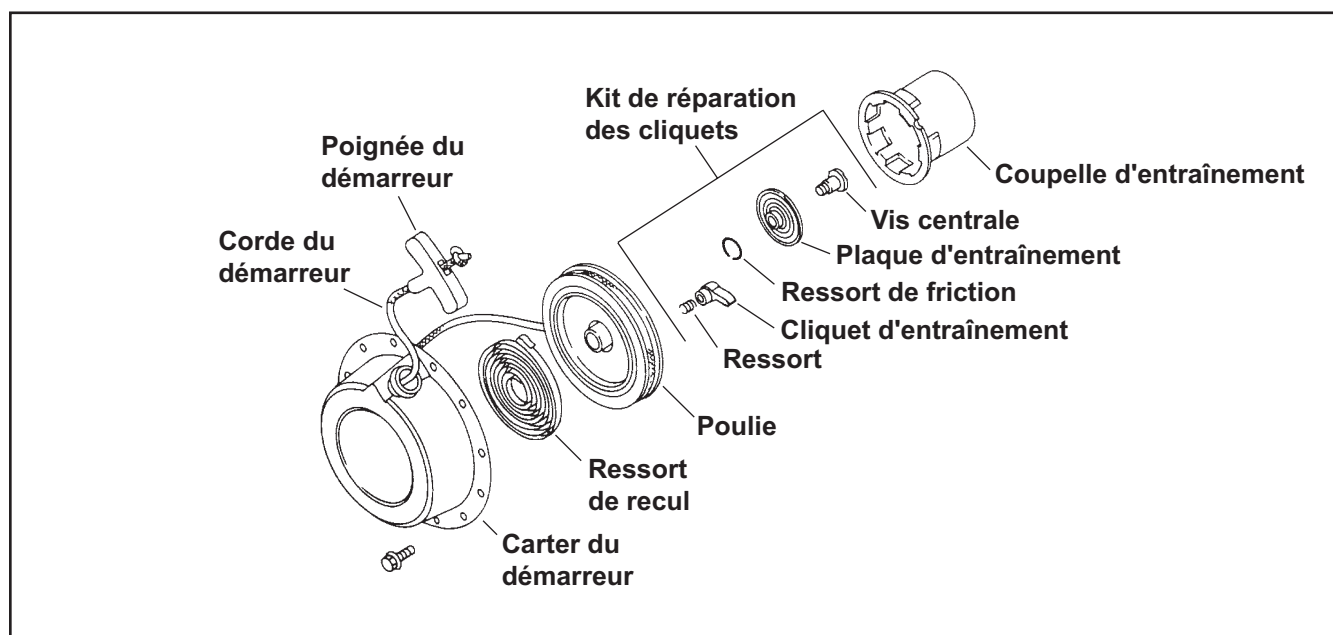

Figure 7-1. Démarrreur rétractable - Plan éclaté.
- Inspecter soigneusement les composants pour tout signe d'usure, fissure et/ou dégâts. Remplacer tous les composants usés ou abîmés. Utiliser uniquement des pièces de rechange d'origine Kohler comme spécifié dans le manuel des pièces. Tous les composants de la figure 7-1 sont disponibles comme pièces de rechange. Ne pas utiliser de pièces non standard.